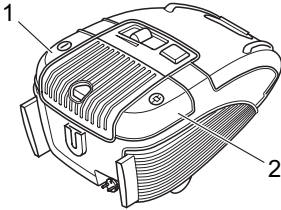

Abb. 14
1. Schalten Sie den Bodenstaubsauger am Ein-/Aus-Schalter (Abb. 14/1) aus und ziehen Sie den Stecker aus der Steckdose.
3. Drücken Sie die Kabelaufrolltaste (Abb. 14/2), um das Stromkabel einzuziehen. Führen Sie es auf dem letzten Stück mit dem Stecker in der Hand.